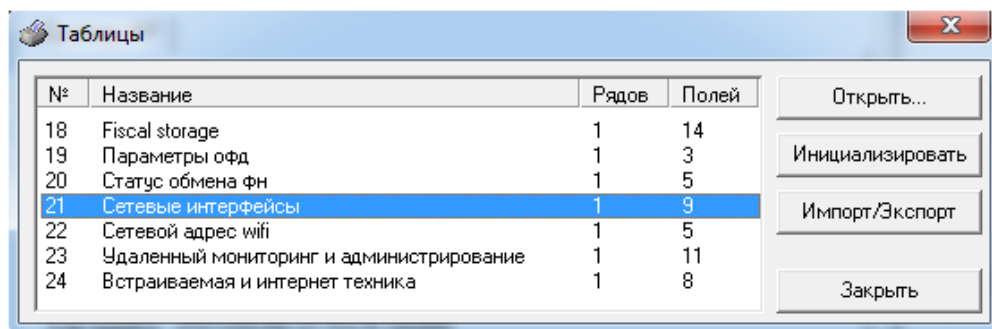

Рисунок 51: Выбор таблиц
6.2.2 Настройка RNDIS в таблицах ККТ. Для того, чтобы ККТ работала и передавала данные на сервер ОФД с использованием протокола RNDIS в таблице **№21 «Сетевые интерфейсы»** (Рисунок 51), в поле **№9 "RNDIS"** необходимо установить значение «1» (по умолчанию значение: «0» = Выключено). Значения таблицы приведены на рисунке 52.